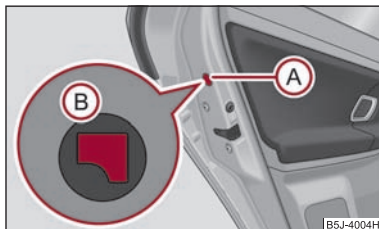

Fig. 28 Verrouillage de secours de la portière
- Déposez le cache (A) ⇒ fig. 28.
- Insérez la clé dans l'ouverture sous le cache et poussez la manette de blocage (B) vers l'intérieur jusqu'à la butée.